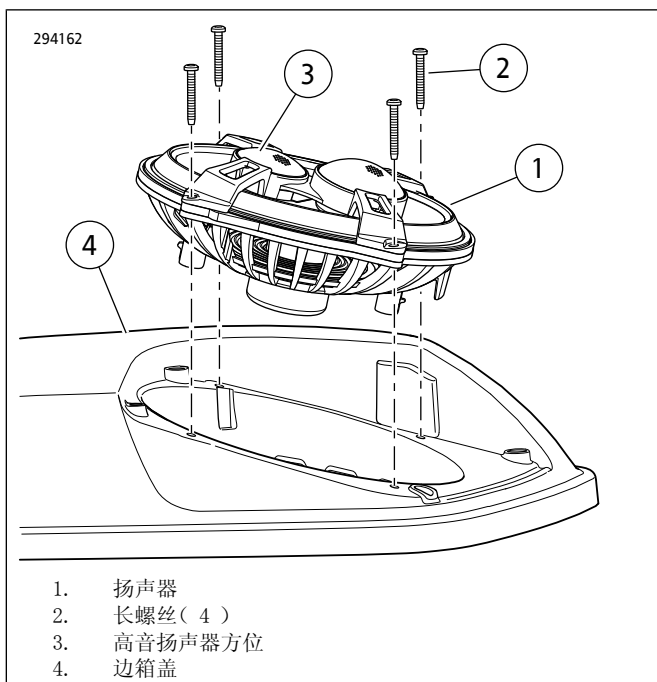

图1。扬声器朝向
3. 参见图1。按照图示定位较小的高音扬声器(3)，朝向边箱后部。